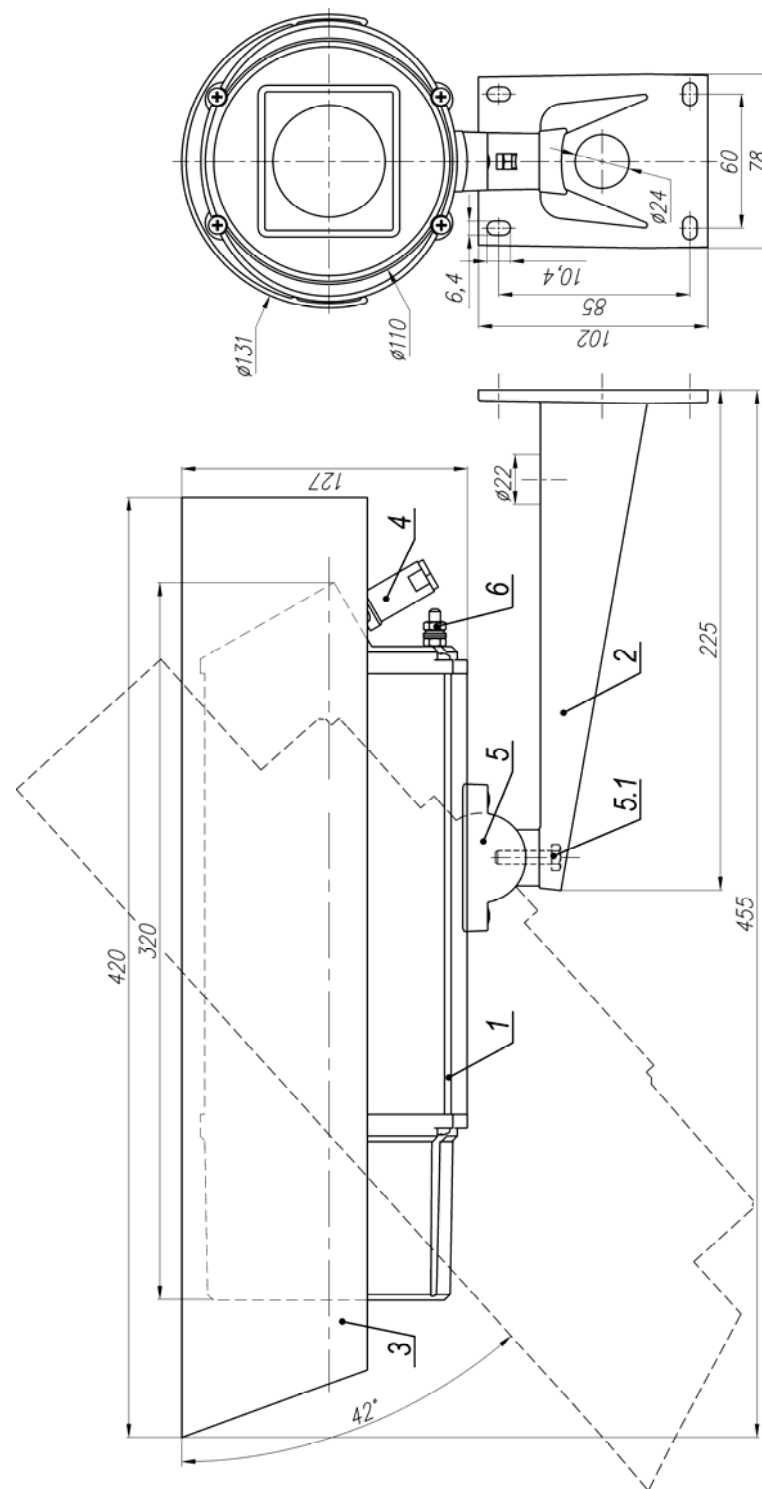

Рис.1 Габаритные и установочные размеры ТВК-90 IP
3. Ослабив болт фиксации шарнира (поз.5.1 рис.1), установить гермобокс на нужное направление обзора, после чего надежно зафиксировать шарнир затянув болт.
4. Заземлить гермобокс с помощью болта заземления (поз.6 рис.1).
#### Состав изделия: (см. рис.1)